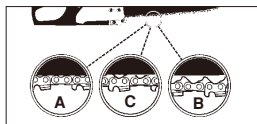

Fig. 5
**⚠ VARNING:** Om sågkedjan är FÖR LÖS eller FÖR SPÄND slits kugghjulet, svärdet, kedjan och vevaxelns lager ut snabbare. Se på fig. 5 för information om rätt kall spänning (A), rätt varm spänning (B) och som vägledning när sågkedjan behöver justeras (C).